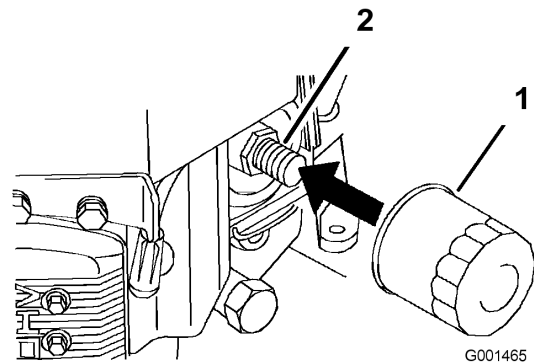

Figura 22
- Retire el filtro de aceite usado (Figura 22).
- Aplique una capa fina de aceite nuevo a la junta de goma del filtro nuevo (Figura 22).
- Instale el filtro de repuesto en el adaptador de filtro; gire el filtro en el sentido de las agujas del reloj hasta que la junta de goma entre en contacto con el adaptador del filtro, luego apriete el filtro tres cuartos de vuelta más (Figura 22).